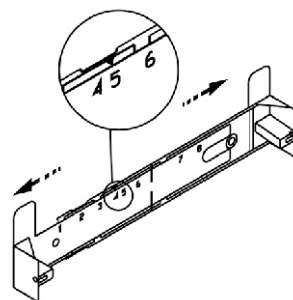

рис. 5
- прежде чем прикрепить кронштейн к стене, необходимо выставить его на нужный размер (равный ширине верхней фальштрубы) (рис. 5);